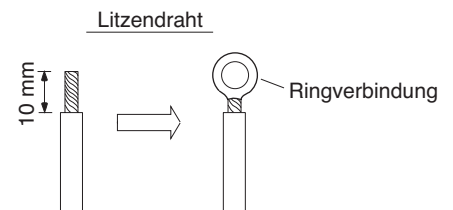

Abb. 28
- (1) Schneiden Sie das Kabel mit einer Drahtzange ab, entfernen Sie dann die Isolierung, so daß ungefähr 10 mm des Drahtes freiliegen. Verdrillen Sie die Drahtenden. (Abb. 28 und 29)
- (2) Entfernen Sie mit einem Schraubenzieher die Anschlußschraube(n) auf der Arretierungslamelle.
- (3) Verbinden Sie jedes freigelegte Drahtende mit einer Ringverbindung unter Gebrauch einer Klemme für Ringverbindungen oder einer Zange. (Abb. 28)